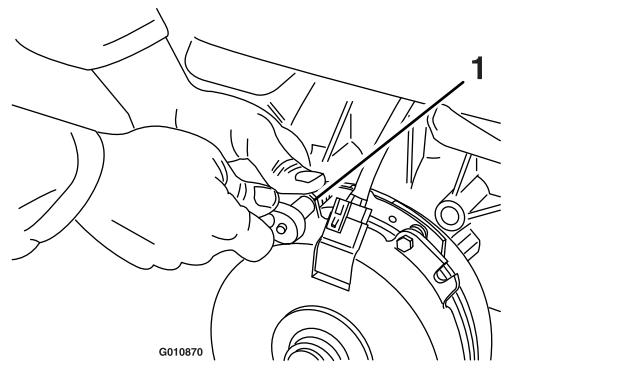

Figura 73
- A. Afloje ambos pernos de montaje del freno entre media y una vuelta, según se muestra en Figura 73.